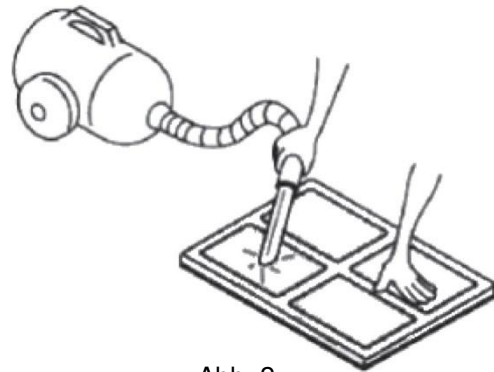

Abb. 2
- Reinigen Sie den Luftfilter am besten vorsichtig unter lauwarmem Wasser oder mit einem schwach eingestellten (Saugkraft) Staubsauger. (Siehe Abb. 2)